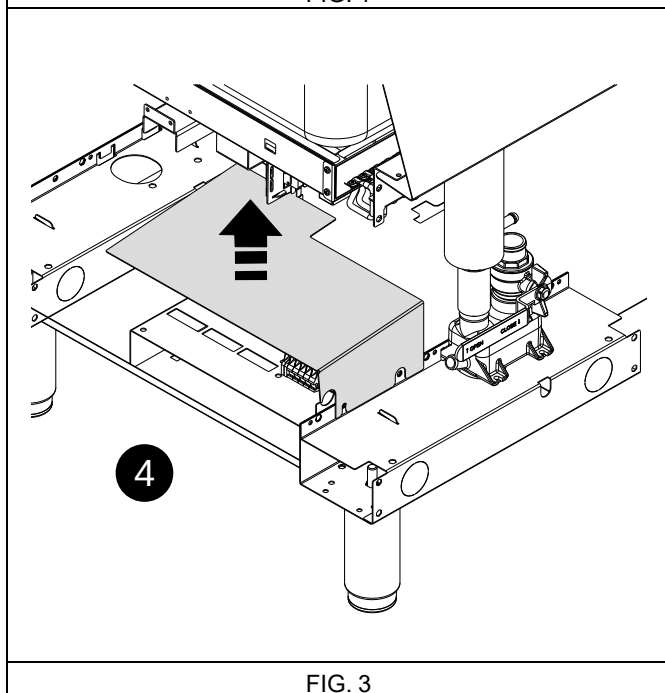

FIG. 3
1. Afloje el acoplamiento roscado "H" (consulte FIG. 3).
4. Afloje los tornillos del panel de protección del bloque de terminales para elevarlo (consulte el detalle 4 —FIG. 3).